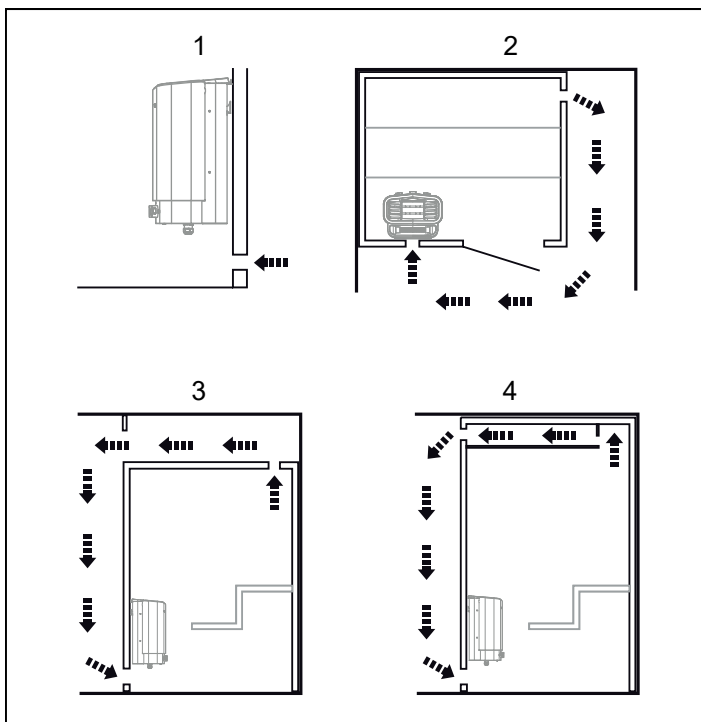

Figure 4 : positionnement des bouches d'arrivée et de sortie d'air
- Positionnez l'entrée d'air (voir la section Positionnement de l'entrée d'air, Figure 4).
- Positionnez la sortie d'air (voir la section Positionnement de la sortie d'air, Figure 4).
- le plus loin possible de l'entrée d'air, par exemple en diagonale (voir Figure 4).
- en hauteur sur la cloison, ou au plafond (voir Figure 4).